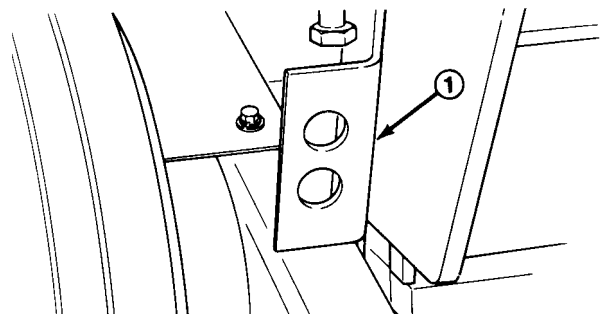

Bild 8
3. Den Motor anlassen und die Sicherungsprofile an beiden Chassisseiten (Bild 8) anheben. Den Zinkenkopf soweit absenken, bis er auf den Profilen ruht.